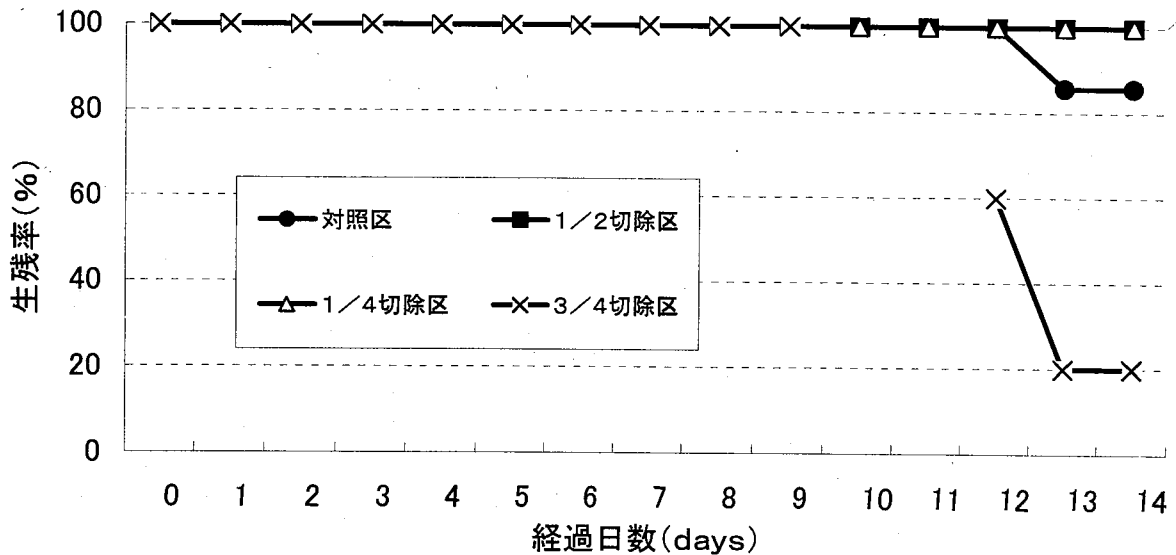

図3 切断したミズクラゲの生残率の推移
- ① 1/2及び1/4切除したクラゲは、経過日数とともに傘径は小さくなっていったものの、最終日にはそのほとんどが円形に復活した。
- ② 3/4以上切除したクラゲは15日後には20%しか生残しなかった。等が分かった(図3)。